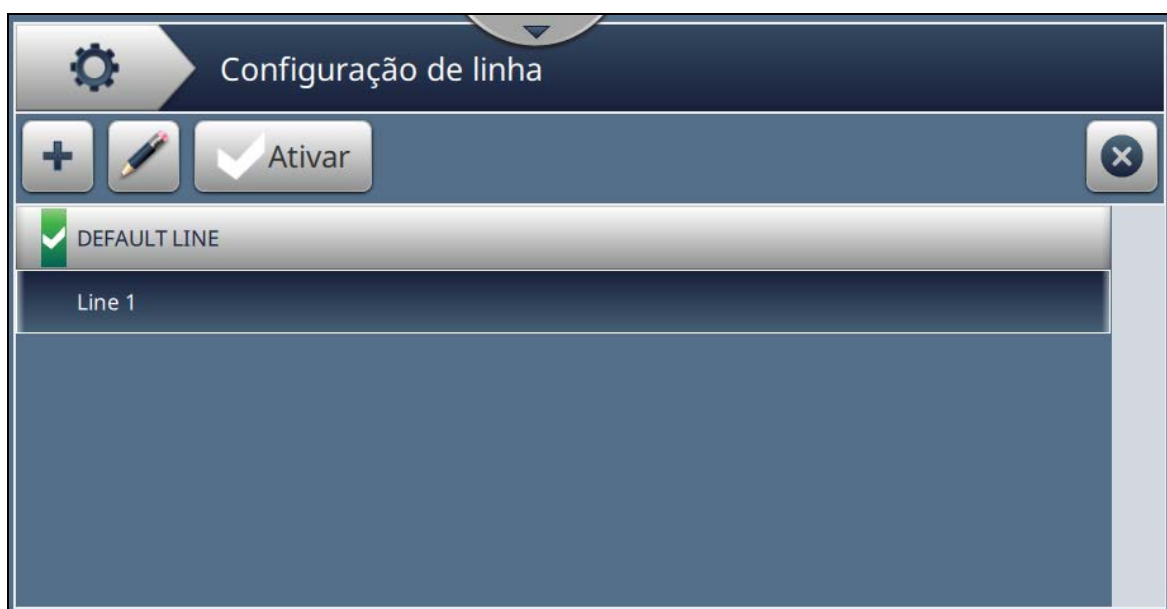

Figura 6-27: Tela Definição de linha
2. Toque o botão  na tela Definição de linha para criar uma nova definição de linha, como mostra a Figura 6-27. A tela Nome da definição de linha é aberta com um teclado utilitário.